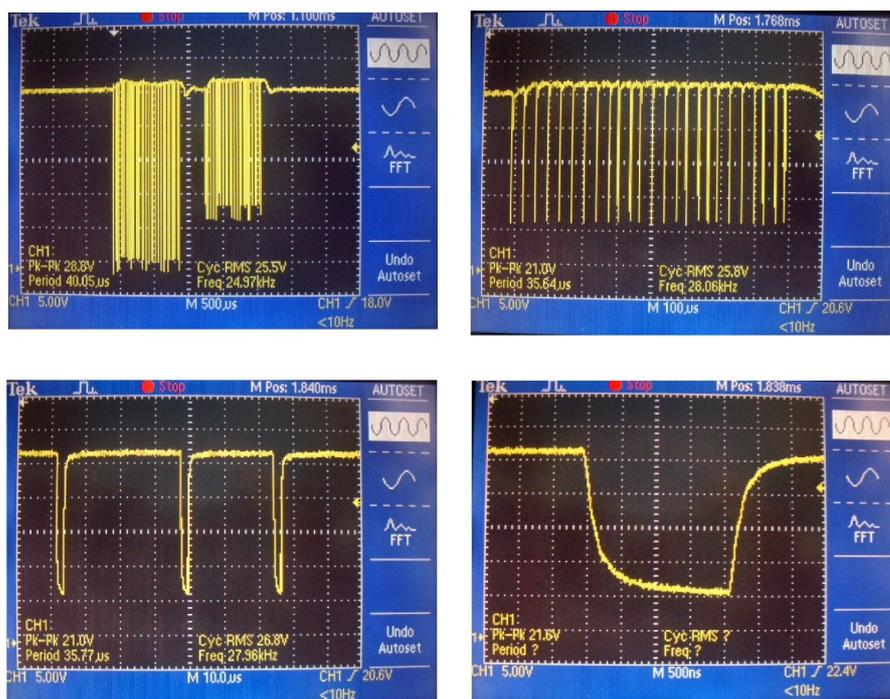

Рисунок 18
- 5) Подключить общий вход осциллографа к выходу «ИПЛ-» БПДД-RS, сигнальный вход осциллографа к выходу «ИПЛ+». При помощи осциллографа наблюдать форму сигнала запроса БКД-М и ответа БПДД-RS по интерфейсу СОС-95. Запомнить на экране осциллографа форму сигналов запроса и ответа (рисунок 18).